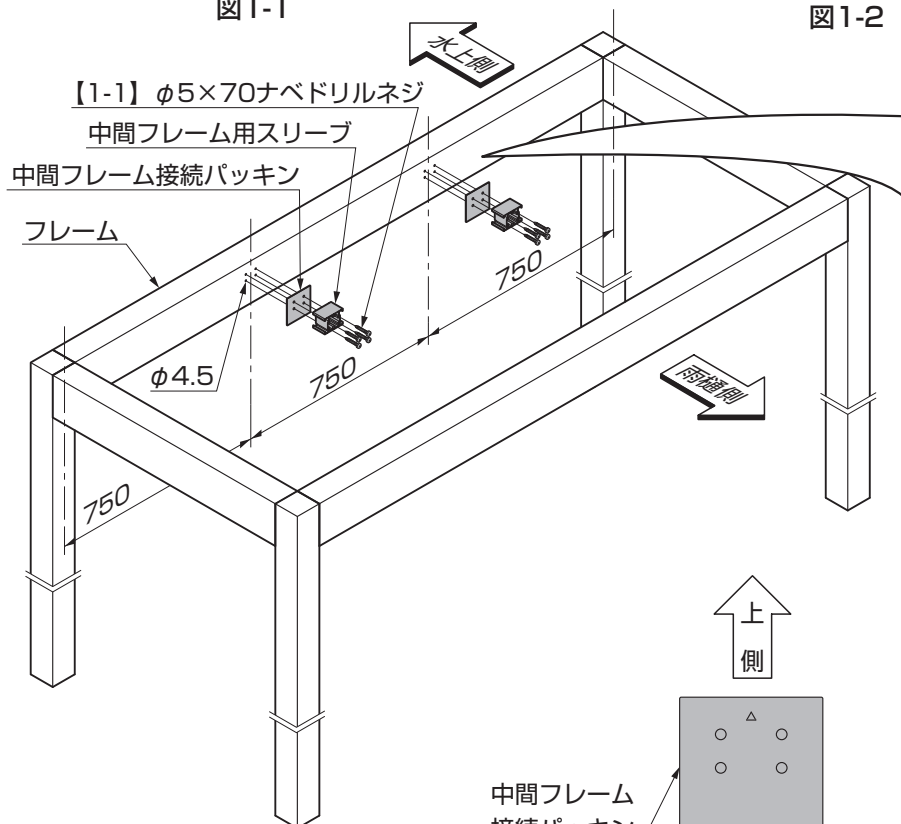

図1-4
- ③ 中間フレーム用スリーブをフレームに【1-1】で取付けてください。(図1-4参照)